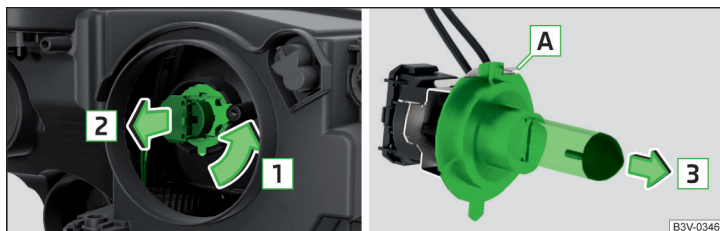

Fig. 364 Sustituir la bombilla para luz de cruce y de carretera
- » Girar el conector con la bombilla en el sentido de la flecha **1** » fig. 364.